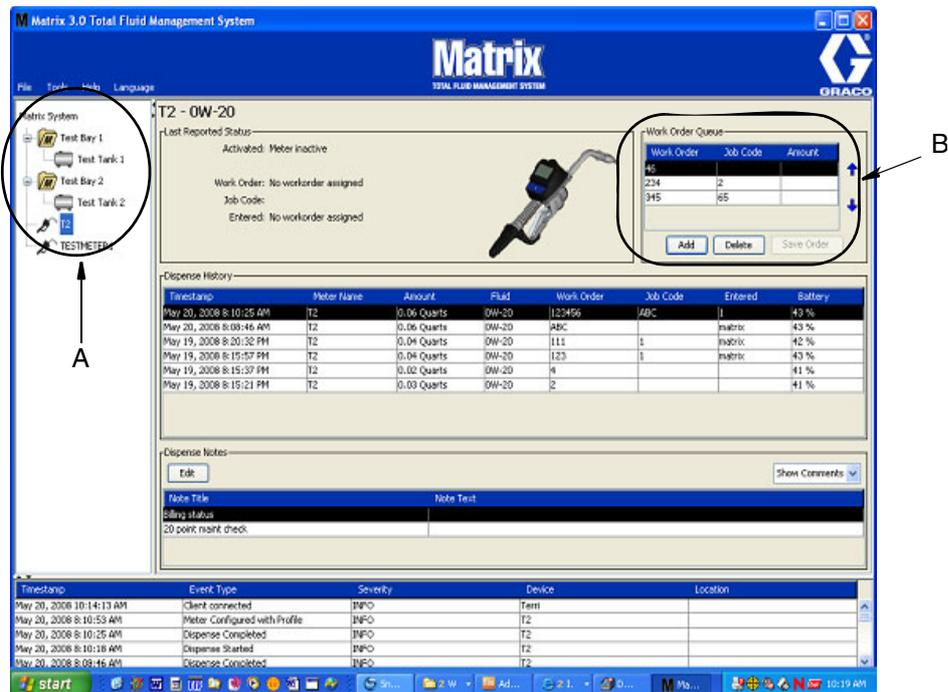

ABB. 179
1. Wählen Sie aus dem Bereich „Systemadministrator-definierte Gruppen“ der Matrix-Hauptansicht (A) den Zähler aus, an den Sie den Arbeitsauftrag senden (ABB. 179).